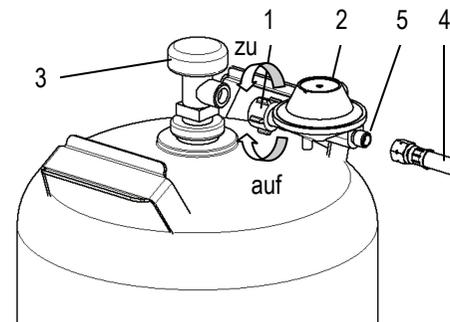

Abb.1
1. Verbindungsmutter (1) des Druckreglers (2) durch Linksdrehung von Hand mit dem Flaschenventil-Gewinde (3) verbinden. Kein Werkzeug verwenden, da hierdurch die Flaschenventil-Dichtung beschädigt werden kann und somit die Dichtheit nicht mehr gewährleistet wäre (s. Abb. 1).
2. Die Schlauchleitung (4) ist mit dem Druckregler-Ausgangsgewinde (5) unter Verwendung geeigneter Schraubenschlüssel SW 17 durch Linksdrehung zu verbinden. Hierbei ist in jedem Fall mit einem zweiten Schraubenschlüssel entsprechender Nennweite an den dafür vorgesehenen Schlüsselflächen des Druckreglers gegenzuhalten, um ein Mitdrehen des Reglers bzw. unzulässige Kraftübertragung zu verhindern.
(s. Abb. 1)
- \* Das Vorhandensein und den ordnungsgemäßen Zustand (keine Beschädigungen der Dichtung im Flaschenventil (s. Abb. 1) kontrollieren (auch bei Flaschenwechsel). Keine zusätzlichen Dichtungen verwenden.
- \* Das Absperrventil (3) der Gasflasche ist nach Gebrauch oder im Fall einer Störung immer sofort zu schließen (s. Abb. 1).